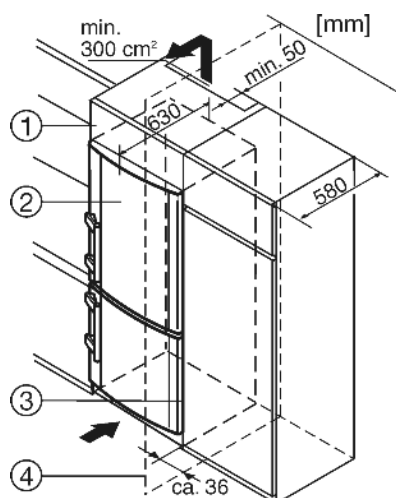

Fig. 4
Устройство может быть окружено предметами кухонной обстановки. Чтобы уравнять устройство Fig. 4 (2) по высоте с кухонной стенкой, можно установить над устройством соответствующий дополнительный шкафчик Fig. 4 (1).
При комбинировании с обычными кухонными шкафами (глубиной макс. 580 мм) устройство можно установить непосредственно рядом с кухонным шкафом Fig. 4 (3). Дверца устройства выступает по сторонам на 34 мм и по центру устройства на 50 мм относительно передней стенки кухонного шкафа. Поэтому ее можно свободно открывать и закрывать. Важно для вентиляции:
Если устройство установлено на шарнирах у стены Fig. 4 (4), то расстояние между устройством и стеной должно быть не менее 36 мм. Настолько выступает ручка при открытой дверце.